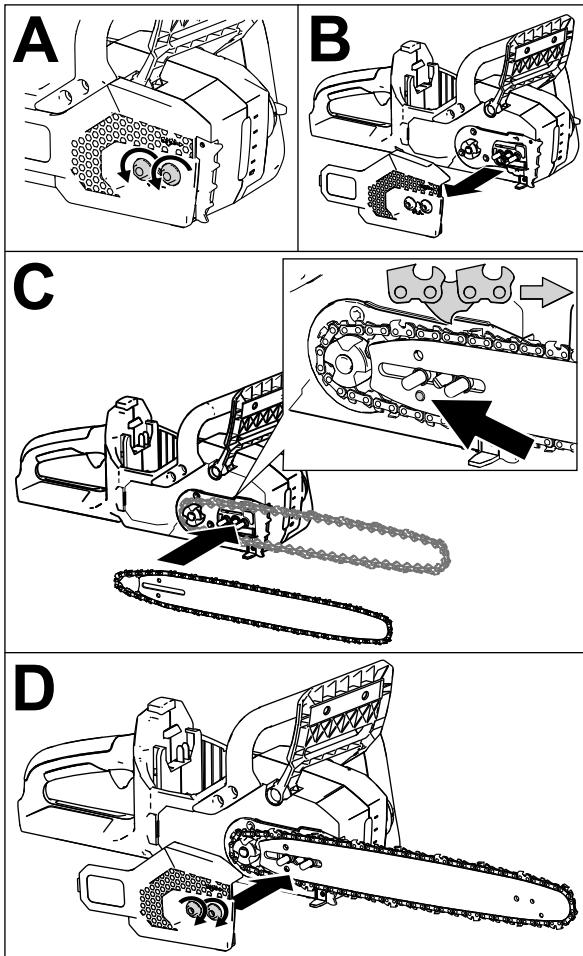

Figura 31
4. Posicione el bucle abierto de la cadena (que no está montado en la espada) alrededor del piñón de arrastre de la motosierra, e instale la espada con la cadena acoplada en la motosierra, como se muestra en la Figura 31.